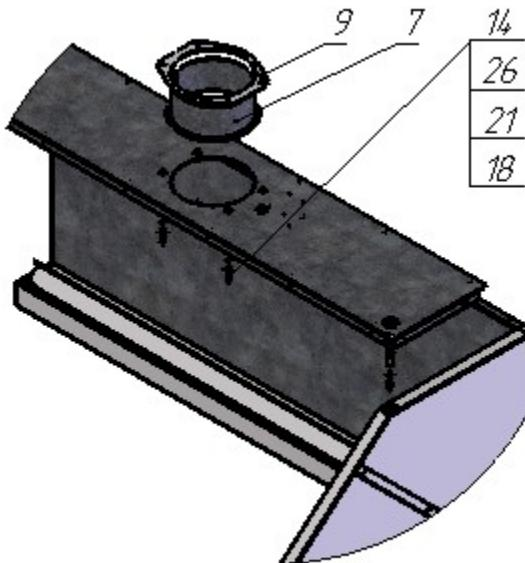

Рис.2
3.5.6. Для зонта ЗВН-1/400/1200(1600)(2000) установить каркас зонта в вертикальное положение (на одну из боковин). Фиксатор поз. 9 (Рис. 2) надеть на патрубок выходной поз. 7 (Рис. 2) и соединить с каркасом зонта комплектом крепежа поз. 14, поз. 26, поз. 21, поз. 18 (Рис. 2).